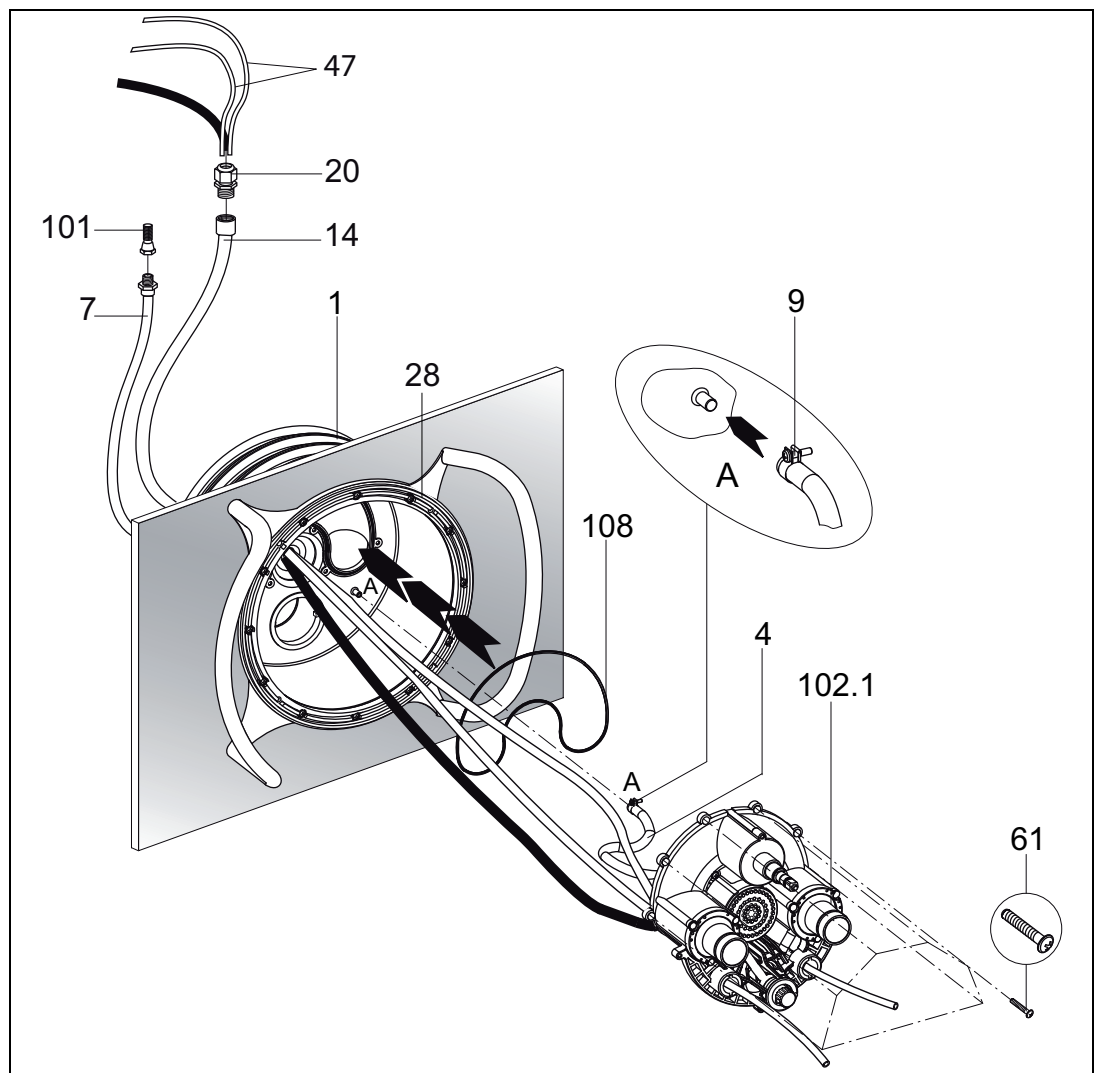

Fig. 10
2. Placer le joint torique **(108)** dans la pièce à sceller **(1)** (*Fig. 10*).
3. Visser les dix vis auto taraudeuses jointes **(61)** dans le corps de buses. Poser le corps de buses pré assemblé **(102.1)** contre la pièce à sceller **(1)** (*Fig. 10*).
4. Guider les flexibles pneumatiques **(47)** et le câble du projecteur à travers la gaine de protection **(14)** et les étancher avec le presse étoupe **(20)** (*Fig. 10*).
5. Fixer la tuyauterie d'air interne **(4)**, qui est déjà complètement pré-assemblée avec le corps de buses **(102.1)** et la régulation d'air, à la pièce à sceller **(1)** avec le collier de serrage **(9)** (*Fig. 10*).
6. Guider les flexibles pneumatiques à travers les orifices inférieurs et extérieurs du corps de buses **(102.1)** (éclairage MARCHE/ARRET à gauche; pompe MARCHE/ARRET à droite); (*Fig. 10*)
7. Aligner le corps de buses complet **(102.1)** sur la pièce à sceller **(1)** et fixer les dix vis auto taraudeuses préassemblées **(61)** (*Fig. 10*).